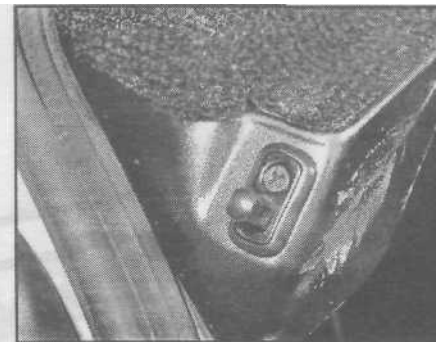

Рис. 14.2. Выключатель плафона освещения багажного отделения на двери задка
- 2 Откройте дверь, крышку багажника или дверь задка [то что необходимо] и отверните винты выключателя (см. рис. 14.2).